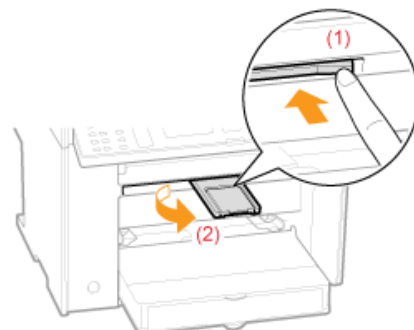

Рис. 3
- 2.3. Вытолкните удлинитель выходного лотка, затем выдвиньте его (рис.3).